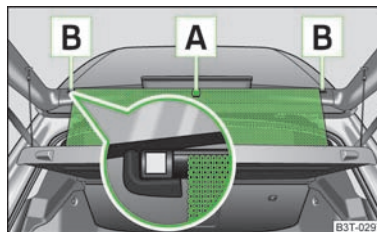

Fig. 47
- Tirez sur le store pare-soleil en le prenant par la poignée A » fig. 47 et accrochez-le dans le support magnétique B.